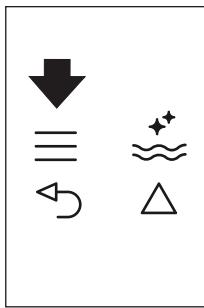
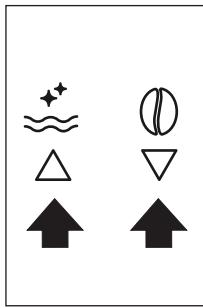

Fig. 22
Fig. 9
- ▶ Premere l'icona ≡ (B2) per entrare nel menu (Fig. 22), o poi premere le icone △ ▽ (B7) e (B8) (Fig. 9) fino a selezionare il messaggio "PROGRAMM. CAPPUCINO".
- Premere l'icona \equiv (B2) per entrare nel menu (Fig. 22) e poi premere le icone $\triangle \downarrow$ (B7) e (B8) (Fig. 2) fino a selezionare il messaggio "CAFFÉ PER CAPPUCCINO".
- Premere nuovamente l'icona **ok** (B9) per confermare e poi premere le icone $\triangle \downarrow$ (B7) e (B8) (Fig. 9) fino a selezionare il messaggio "CAFFÉ PER CAPPUCCINO".